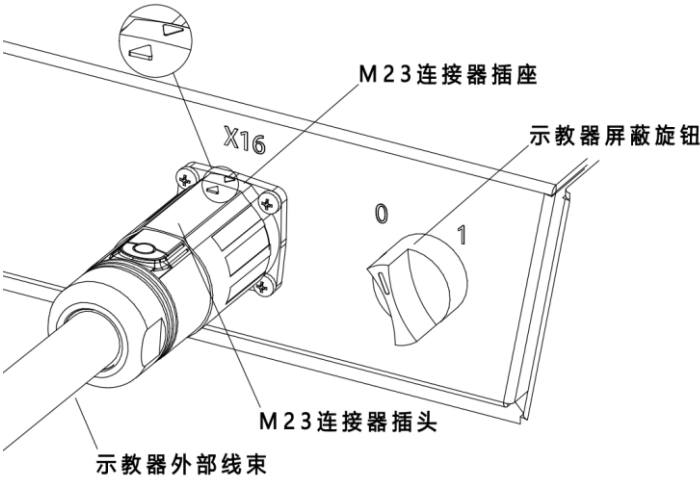

图 10-2 示教器连接接口
步骤2. 将连接器插头的三角符号与连接器插座的三角符号对齐（如图 10-2 的局部放大图），推入连接器插头，并顺时针旋转 45°，使其与连接器插座②卡紧。插座位置见参考图 10-5 中的方框。